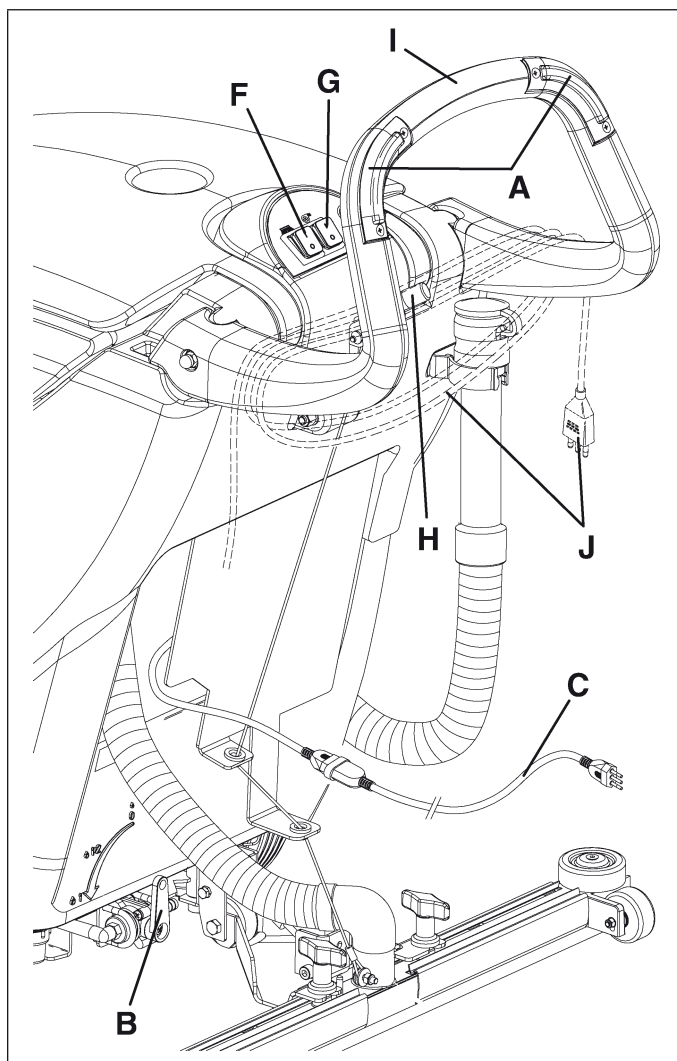

Figure 10
2. Tout en gardant les mains sur le guidon (I, Fig. 10), déplacer la machine et commencer le travail de lavage/séchage du sol.
(A, Fig. 10).*
*Avant de soulever la brosse/disque, en arrêter la rotation au moyen du bouton-poussoir (A, Fig. 10).*
3. Si besoin est, modifier la quantité de solution distribuée à la brosse/disque, à l'aide du levier (B, Fig. 10).
1. Positionner les interrupteurs de rotation brosse et d'aspiration (F et G, Fig. 10) sur "0".
2. Débrancher la fiche du câble d'alimentation (C, Fig. 10) du réseau électrique. Enrouler le câble d'alimentation autour du guidon en position (J).
3. Soulever l'embouchure en tournant le levier (H, Fig. 10) vers le haut, jusqu'à fin de course.